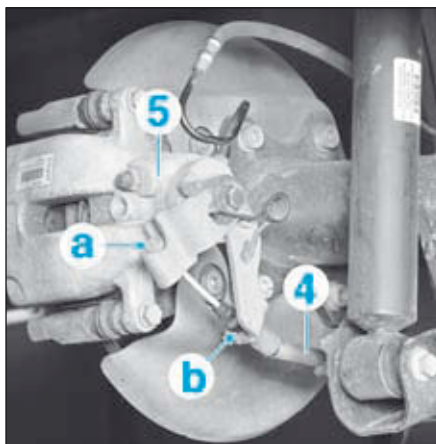

FIG.15
- Dégager l'embout (a) du câble de frein de stationnement (4) de l'étrier (5) (Fig.15).
- Libérer le câble de frein de stationnement (4) de son œillet de fixation (b).